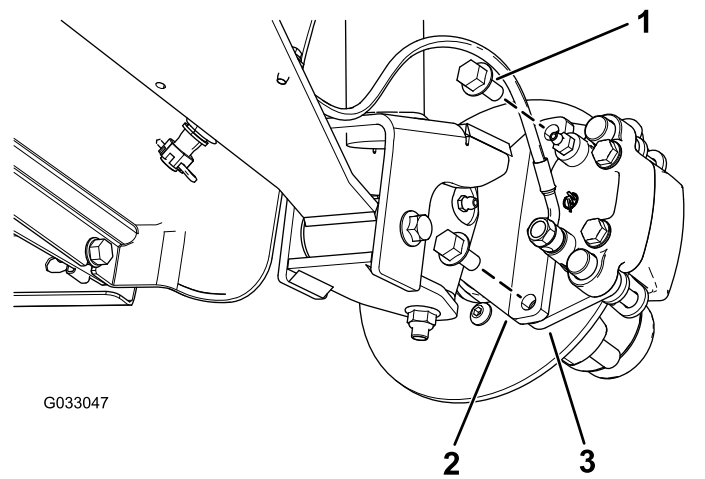
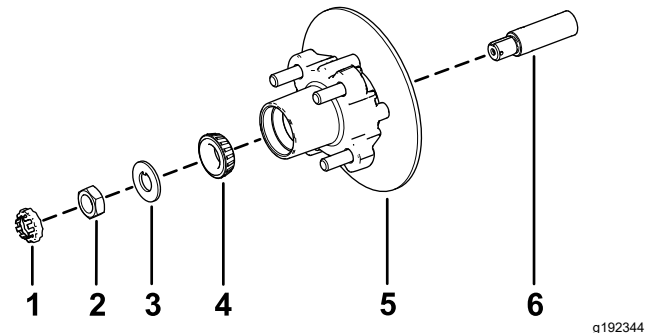

Bild 29
Bild 33
3. Entfernen Sie die Bundkopfschrauben ($\frac{3}{8}'' \times \frac{3}{4}''$), mit denen die Halterung für die Bremse an der Spindel befestigt ist, und nehmen die Bremse von der Spindel ab (Bild 29).
1. Fetten Sie die Spindel leicht mit der angegebenen Fettsorte ein (Bild 33).
2. Montieren Sie die Radnabe und den Drehzylinder an der Spindel mit dem Drehzylinder innen (Bild 33).
3. Montieren Sie das Außenlager an der Spindel und setzen das Lager auf den äußeren Lagerring (Bild 33).
4. Legen Sie die Nasenscheibe auf die Spindel (Bild 33).
5. Schrauben Sie die Spindelmutter auf die Spindel und ziehen Sie die Mutter auf ein Drehmoment von 15 N·m an, während Sie die Radnabe drehen um das Lager zu fixieren (Bild 33).
2. Fluchten Sie die Bremsbeläge mit jeder Seite des Drehzylinders (Bild 29) und die Löcher in der Bremsbackenhalterung mit den Löchern im Bremsenhalter des Spindelrahmens aus (Bild 33).
3. Befestigen Sie den Bremsbackenhalterung mit den beiden Bundkopfschrauben ($\frac{3}{8}$ " x $\frac{3}{4}$ ") am Spindelrahmen (Bild 29).